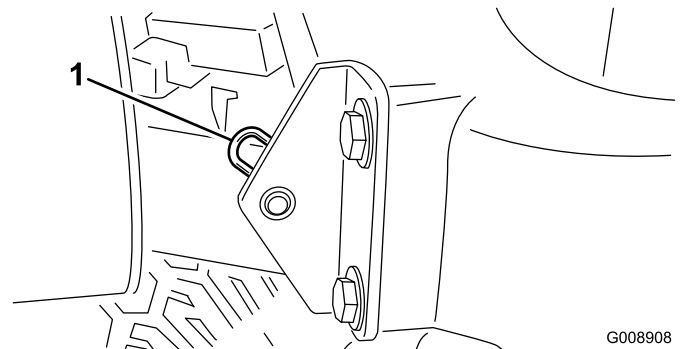

Figure 34
2. Retirez la goupille fendue qui fixe le pivot de capot aux supports (Figure 34).